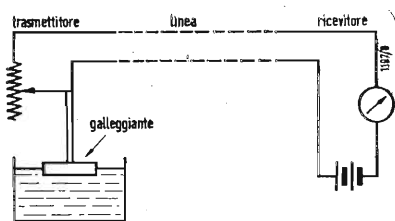

Fig. 1 - Sistema comune di telemetria.
Il comando di un transistor avviene in pratica senza inerzia e senza consumo di potenza. Nei sistemi a contatti si deve generare un certo lavoro meccanico, invece nei sistemi a transistor si deve generare una certa corrente di comando. Ciò può avvenire in una infinità di modi diversi. La fig. 1 mostra un sistema che fa uso di un bilanciere a magnete permanente che serve contemporaneamente come generatore dell'impulso di comando e come motore.
L'impulso di comando è generato da un cristallo piezoelettrico (24) che viene piegato ad ogni periodo da un perno di fine corsa. La deformazione meccanica del cristallo piezoelettrico genera una carica elettrica che, raccolta da opportuni elettrodi, viene portata al transistor ed amplificata. Non è prevista una reazione elettrica. La potenza elettrica amplificata viene portata all'elettromagnete 25 che attiva un pezzo di ferro montato sul bilanciere. In questo modo le oscillazioni diventano sempre più ampie fino a raggiungere una condizione di regime. Anche questo sistema per essere avviato ha bisogno di un urto iniziale. Però, al contrario del sistema della fig. 1, in questo caso basta battere leggermente l'orologio perchè il cristallo possa dare l'impulso di avvio.
Un'elementare metodo di telemetria riguarda la variazione della corrente in un circuito elettrico corrispondente alla quantità misurata e la lettura della corrente con un amperometro sistemato in un punto lontano. Tale metodo è frequentemente usato per misurare il volume dei liquidi in un serbatoio (fig. 1). Il contatto mobile di un reostato è fatto funzionare da un galleggiante e la resistenza del circuito è inversamente proporzionale, quindi la lettura dello strumento è direttamente proporzionale al livello del liquido. Questo è il sistema base corrente di telemetria e una normale applicazione pratica si trova nell'indicatore di livello benzina delle automobili.